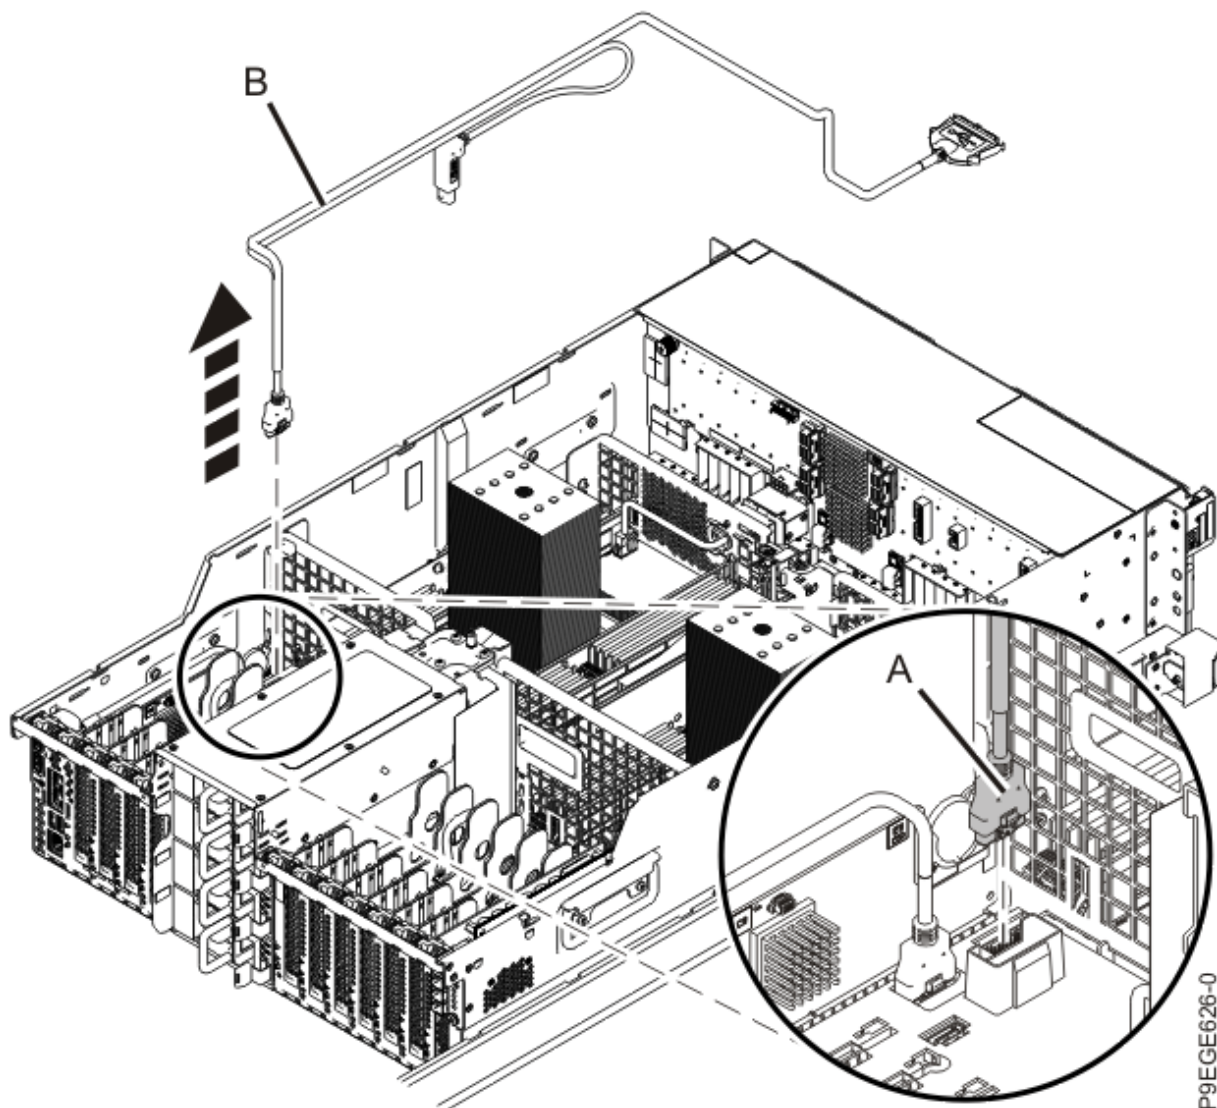

Figure 13. Retrait du câble USB avant du fond de panier système
3. En appuyant sur le loquet du connecteur **(A)**, débranchez le câble USB avant **(B)** du fond de panier système, comme indiqué à la Figure 13, à la page 15.